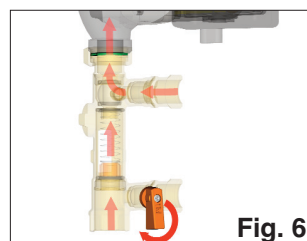

Fig. 6
- Entleerventil (Abb. 6) schließen. Anlage bis zum gewünschten Betriebsdruck füllen;